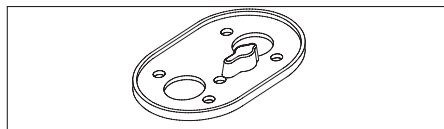

Abb. 04: Fußdichtung für Heizgerät
- ▶ Mit Hilfe der Bohrschablone Durchbrüche bohren. Siehe Abb. 04 und Abb. 33 (Seite 27).
- ▶ Fußdichtung zwischen Heizgerät und Auflagefläche einbauen. Siehe Abb. 04.